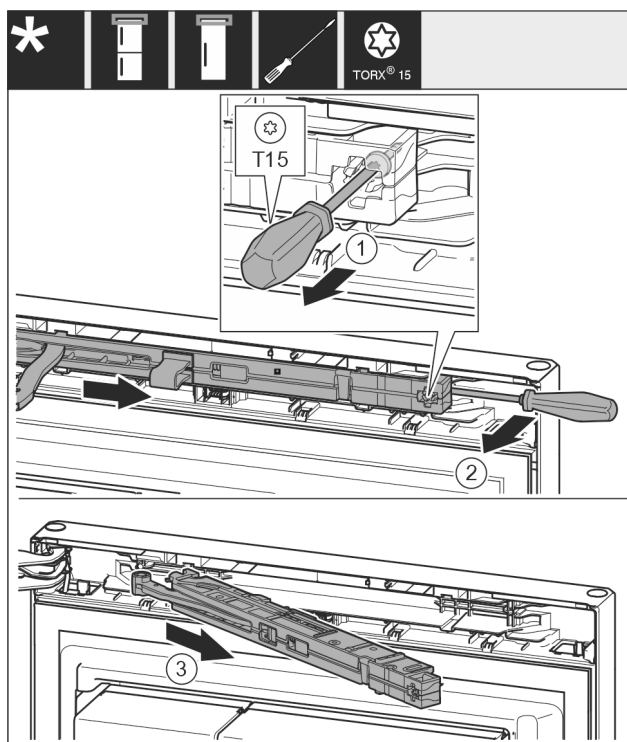

Fig. 8
- ▶ Λασκάρτε τη βίδα από τη μονάδα αποσβεστήρα κλεισίματος με κατσαβίδι T15 περ. 14 mm. Fig. 8 (1)
- ▶ Περάστε ένα κατσαβίδι από την πλευρά της λαβής πίσω από τη μονάδα αποσβεστήρα κλεισίματος και περιστρέψτε τη μονάδα προς τα εμπρός. Fig. 8 (2)
- ▶ Τραβήξτε έξω τη μονάδα αποσβεστήρα κλεισίματος. Fig. 8 (3)